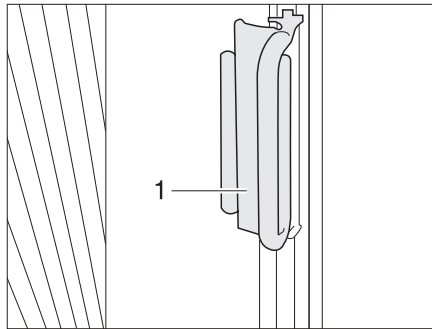

Fig. 16 Impugnatura della tendina oscurante pieghevole del parabrezza
- Spingere le tendine oscuranti pieghevoli del parabrezza sotto le coperture sui montanti A afferrando le impugnature (Fig. 16,1) ed inserire l'impugnatura sotto la copertura. La tendina oscurante pieghevole è ora bloccata.